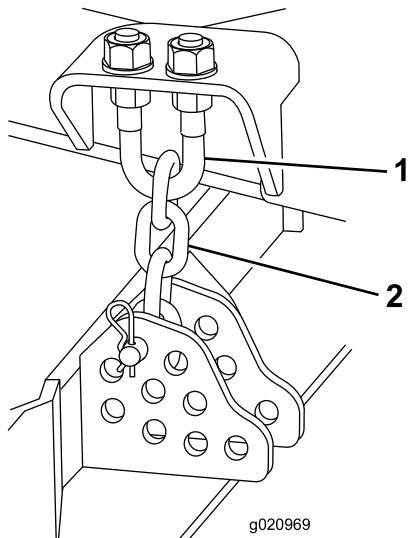

Bild 101
4. Entfernen Sie den Splint und den Lastösenbolzen, mit denen die Schnitthöhenkette an der Rückseite des Mähwerks befestigt ist (Bild 101).